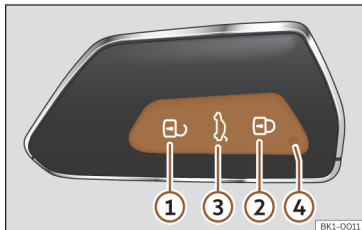

Fig. 56 Llave del vehículo.
Leyenda de la»» fig. 56
Cuando se pulsa brevemente un botón en la llave del vehículo, el testigo de control parpadea ④»» fig. 56 una vez brevemente, pero si se pulsa durante un tiempo prolongado, parpadeará varias veces, por ejemplo, en la apertura de confort.